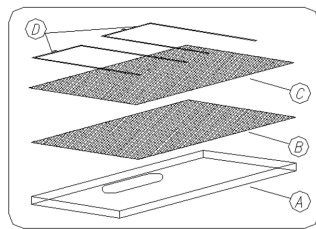

рис.7
- заменить угольный фильтр (рис. 7 поз. С), который находится над жироулавливающим фильтром (рис. 7 поз. В),
- установить на место жироулавливающий фильтр вместе с угольным фильтром и закрепить при помощи проволочных держателей (рис. 7 поз. D).